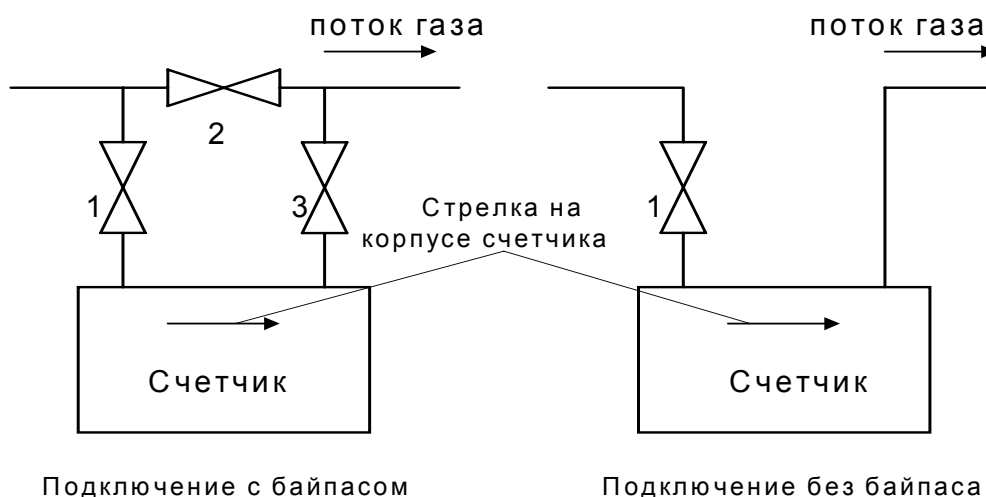

Рис. 1. Установка счетчика
- 3.4.3. Возможно два варианта подключения счетчика (см. рис. 1):
- 6.1. До начала пуска счетчика все вентили на трубопроводе (рис. 1) должны быть закрыты. При всех вариантах и на всех стадиях пуска расход газа, проходящего через счетчик, ни в коем случае не должен превышать значение максимального расхода ( $Q_{max}$ ), указанного на панели отсчетного устройства.
- 6.2. Пуск счетчика без байпаса (рис. 1)
- 6.3. Пуск счетчика с байпасом (рис. 1)